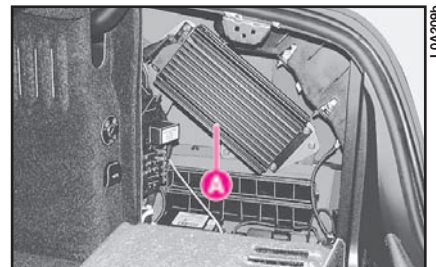

fig. 227
- un amplificatore HI-FI ad alta potenza con 5 canali, quattro da 25 W e uno da 100 W, in classe D con equalizzazione analogica in ampiezza e fase del segnale alloggiato nel vano destro del bagagliaio A (fig. 227).